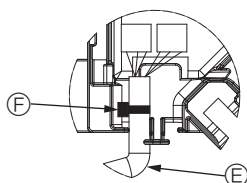

Fig. 10-10
- Umieścić obejmę mocującą przewód silnika panelu żaluzji w skrzynce złączy w sposób pokazany na schemacie. (Fig. 10-10)